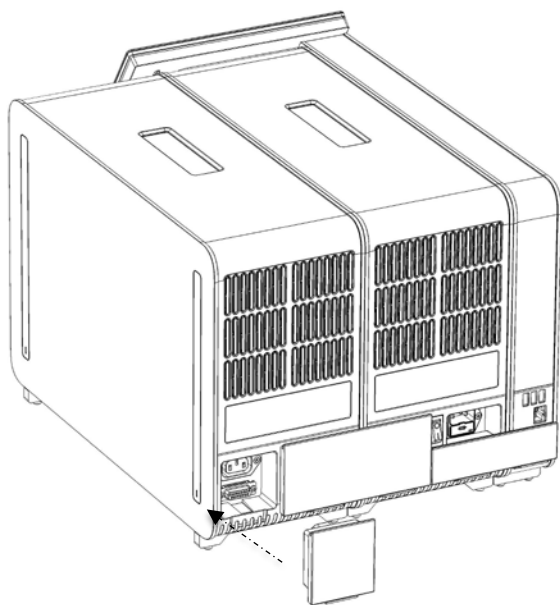

Figura 19. Collegamento del ponte copiterminali.
7. Collegare il ponte copriterminali sul retro del modulo analitico (Figura 19).